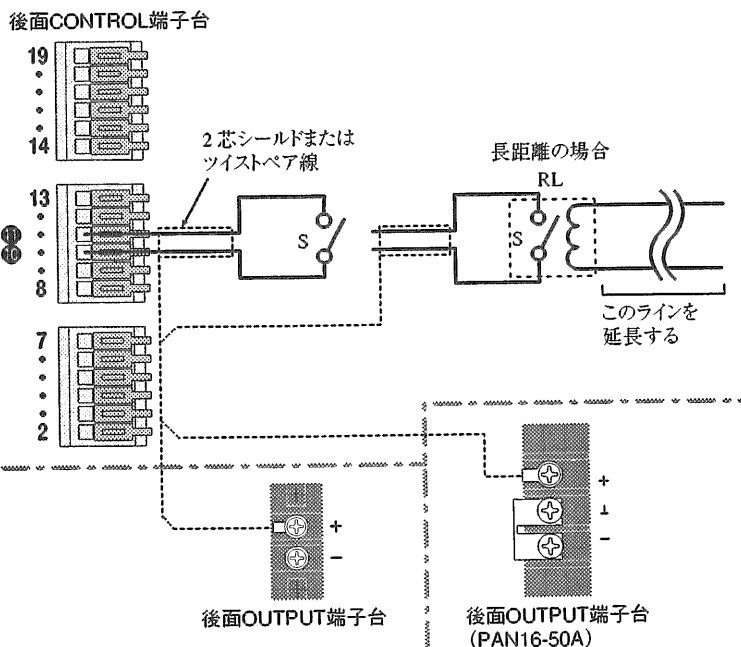

図3-10 出力のON/OFFコントロールの接続
- ① OUTPUT スイッチを OFF にします。
- ② POWER スイッチを OFF にします。
- ③ コントロール端子の ⑩ と ⑪ 間に接点 S (スイッチ) を図 3-10 のように接続します。